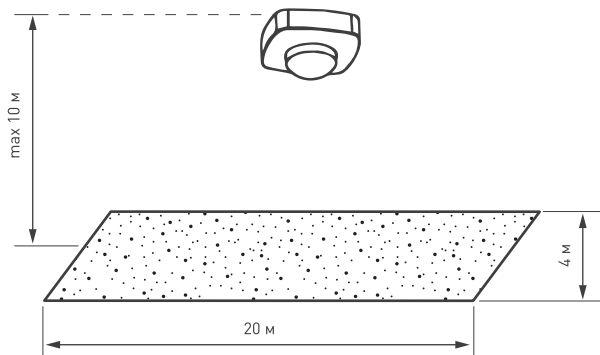
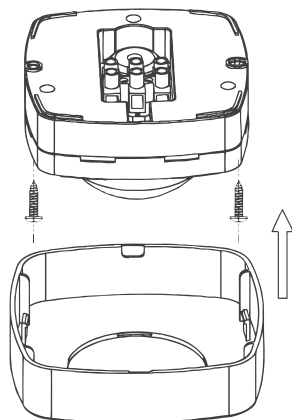
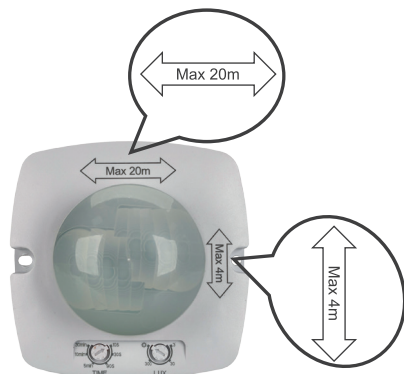

Рисунок 3. Высота установка и площадь детекции.
Рисунок 1. Монтаж устройства.
Рисунок 4. Направление расстояний зон детекции по двум осям.
- 3.2. Снимите лицевую панель датчика движения, аккуратно поддев ее плоской отверткой (см. Рис. 1).
- 3.4. Осуществите крепление датчика к поверхности шурупами (см. Рис. 1), соблюдая направления на обратной стороне датчика (см. Рис. 4) для получения желаемой зоны детекции (см. Рис. 3).